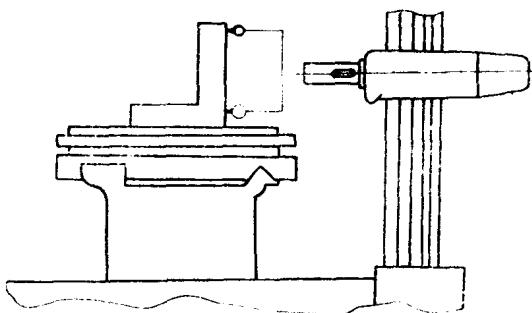

图 1-5
6. 检验主轴旋转中心线对前立柱导轨的垂直度误差 把主轴箱调至立柱导轨中间位置并锁紧，把主轴伸出约250mm，在上面装一个角形表架，把千分表固定在上面。再用 90° 角尺，其测量面面向千分表，见图1-5。升降主轴箱用千分表把 90° 角尺调至上下与立柱平行。然后转动主轴半圈(180°)，若主轴箱行程小于2000mm，其测量长度为1000mm，千分表读数不许超过0.03mm。若主轴箱行程